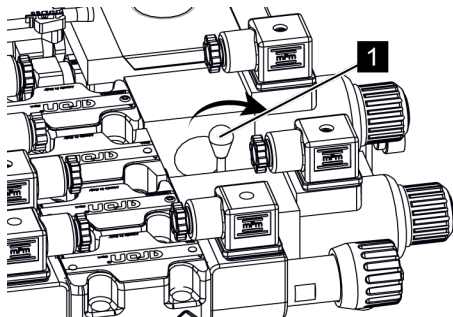
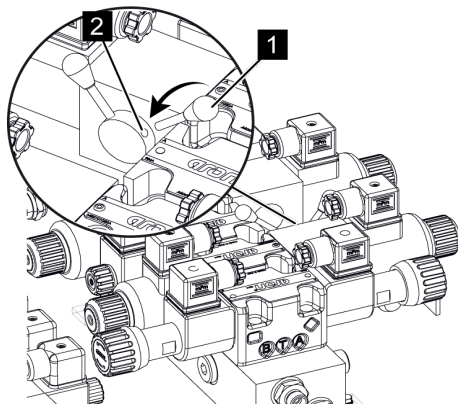

Fig. 91: Régler les fonctions d'appui et de la plateforme
Fig. 92: Visser le levier de secours
4. → Tourner vers la droite la vanne « *Appuis et plateforme* » avec le levier (Voir la Fig. 91/1) sur les fonctions des appuis et de la plateforme (Voir la Fig. 92/1).
5. → Visser le levier de secours (Voir la Fig. 92/1) dans la vanne « *Appuis et plateforme* » (Voir la Fig. 92/2), de manière à la verrouiller sur les fonctions des appuis et de la plateforme.